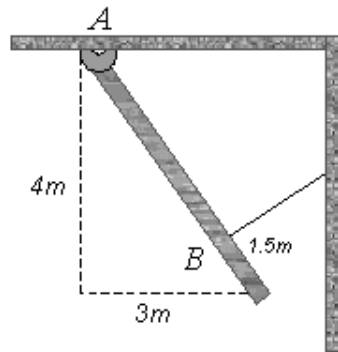

Figura 6.14 Problema 6.10
- 6.10 Un tablón uniforme de $5 m$ de largo y $150 kg$ está articulado en A . En B esta sostenido por una cuerda ubicada a $1.5 m$ del extremo inferior del tablón, formando un ángulo de 90° con el tablón, como se ve en la figura 6.14. Calcular la tensión de la cuerda y la fuerza de la articulación en A . R: $643 N, -514\hat{i} + 1114\hat{j} N$.